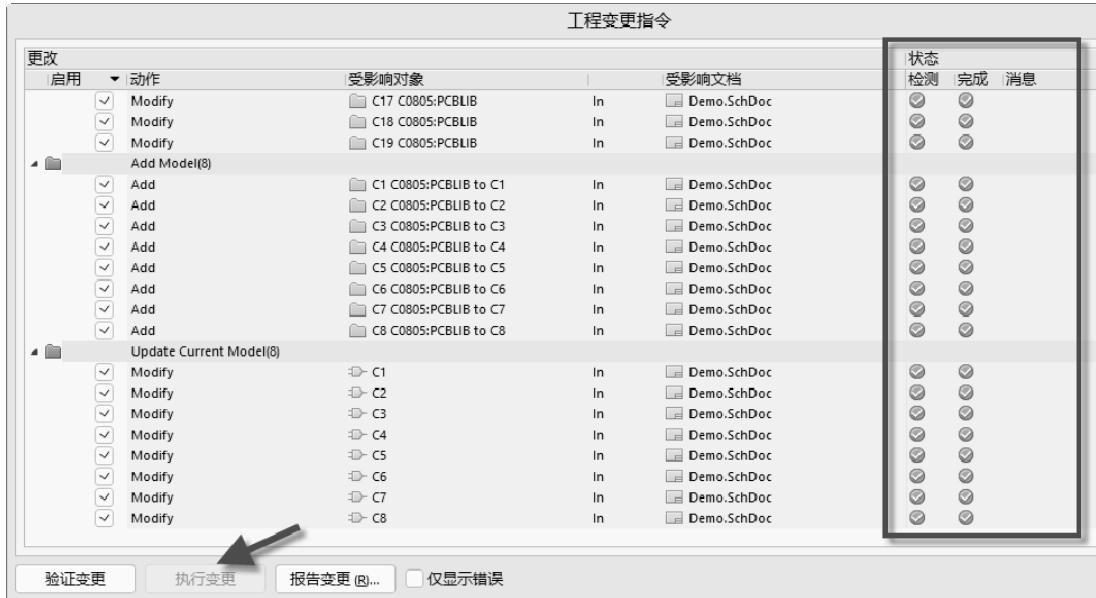

图 8-9 执行变更
(4) 修改完库的匹配路径后，单击“OK”按钮，然后单击封装管理器右下角的“接受变化(创建 ECO)”按钮，在所得到的对话框中，单击“执行变更”按钮，即可完成全局指定 PCB 库路径的操作，如图 8-9 所示。